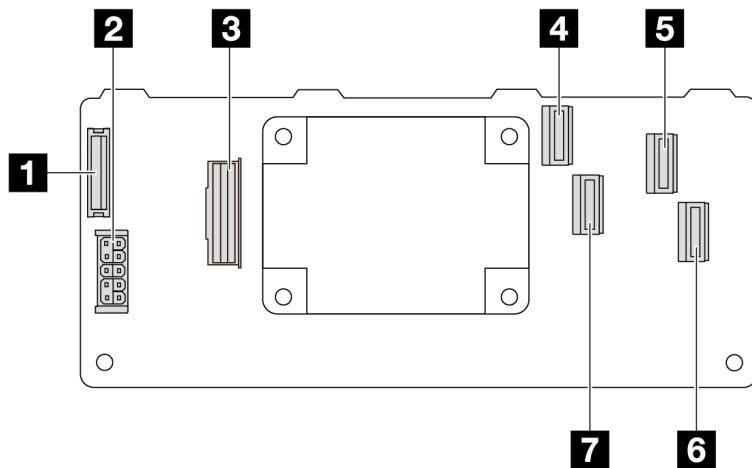

Рис. 299. Адаптер RAID 16i Gen 3 CFF (четыре разъема порта)
- Рис. 299 «Адаптер RAID 16i Gen 3 CFF (четыре разъема порта)» на странице 310